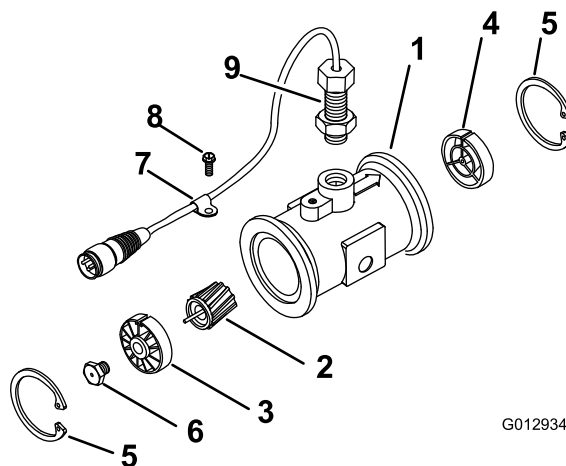

Figura 86
3. Retire el anillo de sujeción del lado “aguas arriba” (**Figura 86**).